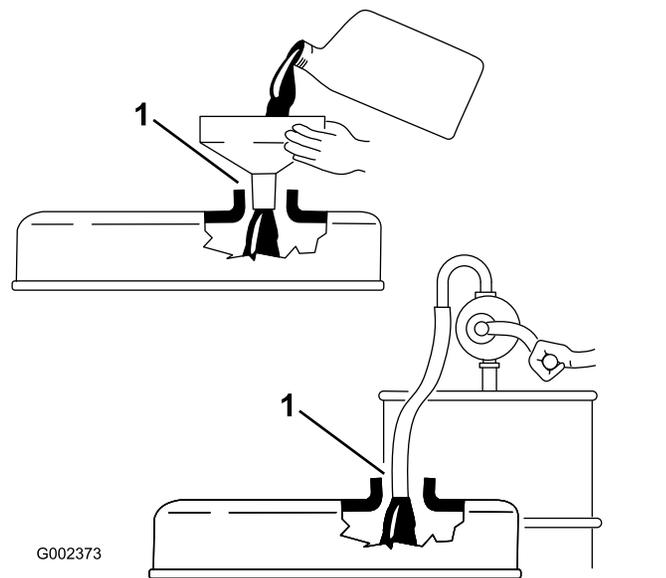

Figure 22
**Important:** Retirez la jauge de niveau lorsque vous faites le plein d'huile moteur. Lorsque vous faites l'appoint ou le plein d'huile moteur, il est *indispensable* de maintenir un espace entre le dispositif de remplissage et l'orifice de remplissage d'huile dans le couvre-culasse, comme montré à la Figure 22. Cet espace est nécessaire pour assurer l'aération pendant le remplissage et empêcher l'huile de déborder dans le reniflard.